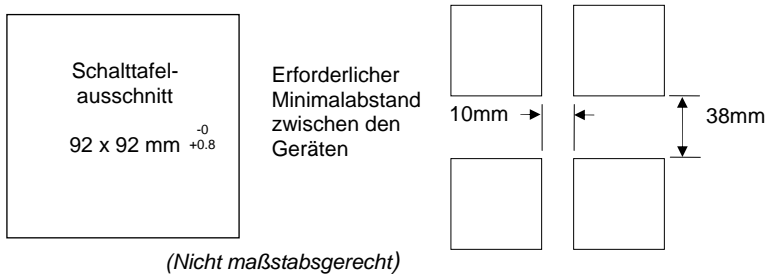

Abbildung 2-2: Schalttafel-ausschnitt und erforderlicher Mindestabstand
1. Bereiten Sie den Schalttafel-ausschnitt nach den Angaben in Abbildung 2-2 vor. Achten Sie darauf, dass Sie die nötigen Abstände zwischen den Geräten einhalten. Lassen Sie genügend Platz zu anderen Geräten, die durch Wärmeentwicklung die Funktion des Reglers beeinflussen könnten.